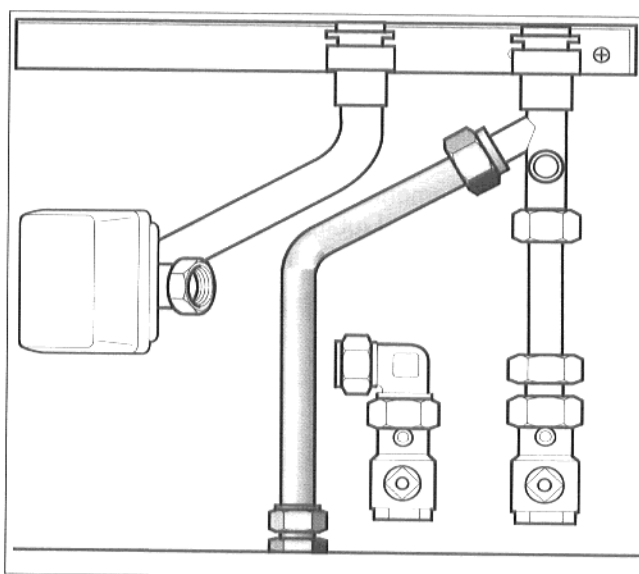

Fig. 6: tubo di raccordo ritorno accumulatore acqua calda sanitaria
- Montare il tubo di raccordo tra l'accumulatore e il pezzo di collegamento per il ritorno caldaia 45°. Tenere presente la guarnizione piatta e l'anello di serraggio! (Fig. 6).